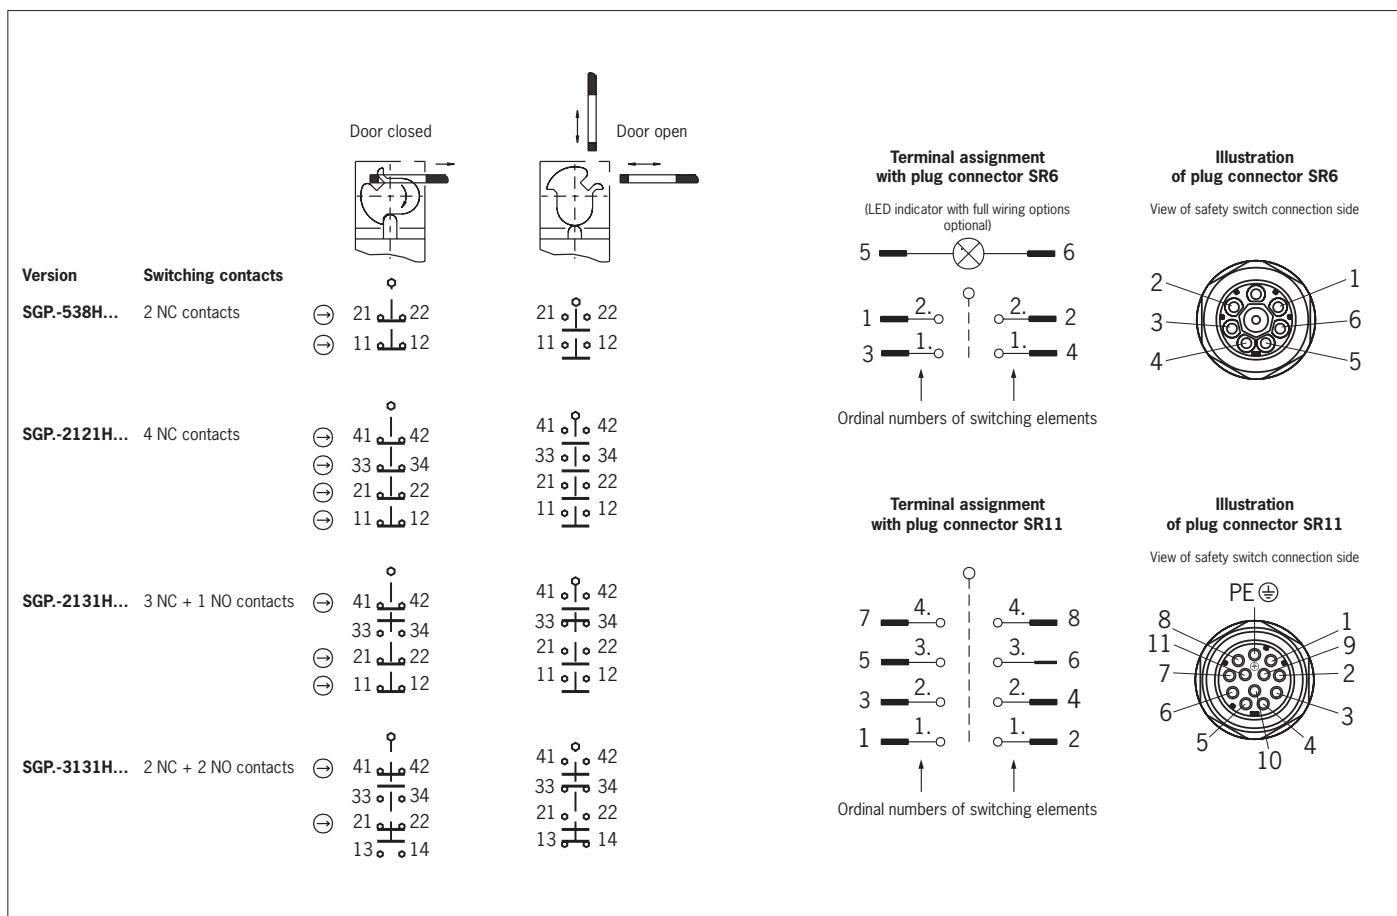

Fig. 2: Switching elements and switching functions
Vous trouverez les états de commutation détaillés pour votre interrupteur à la Fig. 2. Tous les éléments de commutation disponibles y sont décrits.
Utiliser au moins un contact (). Celui-ci signale la position du protecteur (affectation des contacts, voir Fig. 2).
3. Effectuer le raccordement et serrer les bornes au couple de 0,5 Nm (affectation des contacts, voir Fig. 2).